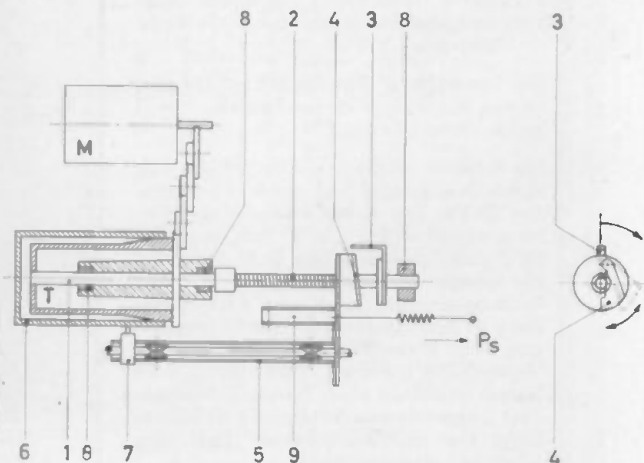

Bild 3 Der Transportmechanismus
Bild 3 Rundfunkgeräte-Meßplatz, bestehend aus (v. l. n. r.) oben Röhrenvoltmeter RV 3, Abgleichsender AS 2, unten Stabilisiertes Netzgerät TN 3, Regel-Trenn-Transformator RT 3, Stereo-Coder SC 1, Oszillograph W 2/13, ganz unten ELAVI HO, NF-Ververstärker VB 1, Resonanzmeter I oder II
Bild 3 zeigt den Transportmechanismus. Die Trommel ist mit ihrer eingepreßten Lagerspindel ① in zwei Sinterlagern ⑧ gelagert, wodurch ein leichter und erschütterungsfreier Lauf gegeben ist. An die Lagerspindel direkt angekuppelt ist eine Gewindespindel ②, die an ihrem freien Ende nachmals gelagert ist. Durch eine Nockenscheibe ③ wird eine Klinke ④ in den Gewindegang eingerückt.